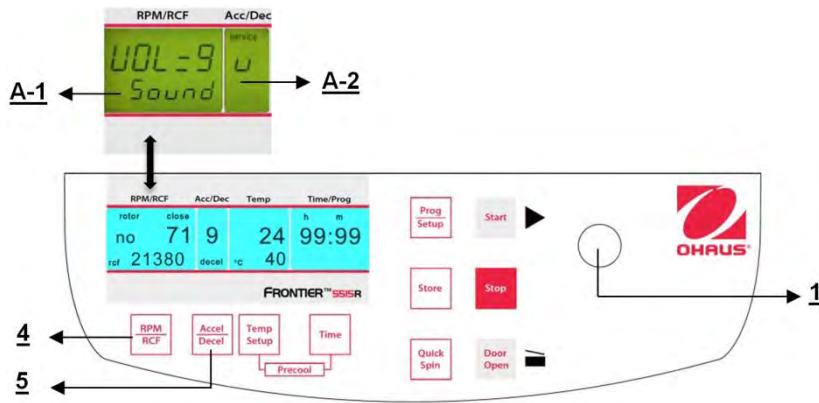

Figure. 34
Poursuivre conformément à la description du paragraphe 4.1.2 pour entrer dans ce mode de programme et appuyer ensuite sur la touche **"Accel/Decel"** (5). Sur l'affichage **"Acc/Dec"** (A-2), le mot **"Service"** clignote. Sélectionner maintenant la lettre **"U"** avec le bouton de réglage (1). Ceci entraîne l'apparition des mots **"Vol=0-9/Sound"** sur l'affichage **"RPM | RCF"** (A-1). Après avoir appuyé sur la touche **"RPM | RCF"** (4), l'utilisateur peut régler le volume désiré entre 0 (faible) et 9 (fort) avec le bouton de réglage (1) (voir la figure 34). Après avoir mémorisé les réglages (voir 4.1.2), vous pouvez revenir au mode de programmation normale en mettant hors tension la centrifugeuse pendant un court moment.